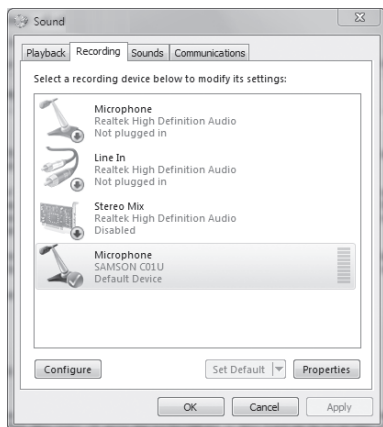

Figura 1
3. Per impostare il C01U come dispositivo predefinito per la registrazione, o per cambiarne le impostazioni, cliccate su *Start*, poi *Pannello di controllo* e quindi *Suono*. Nel pannello *Registrazione*, selezionate SAMSON C01U dal menu e cliccate il pulsante *Predefinito* (figura 1).